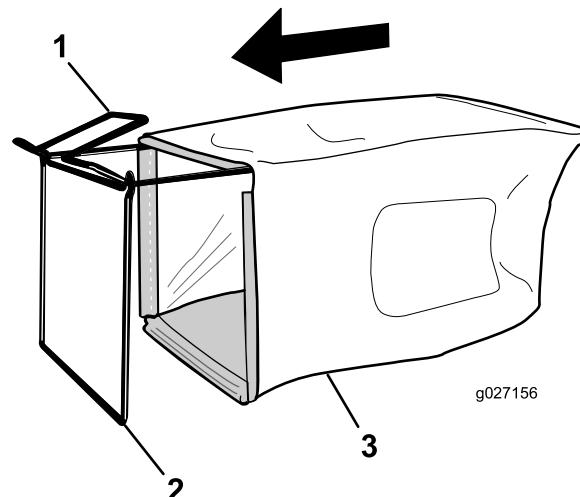

Figure 11
- Glissez le bac sur l'armature, comme montré à la Figure 11.
Remarque: Ne faites pas passer le bac sur le guidon (Figure 11).